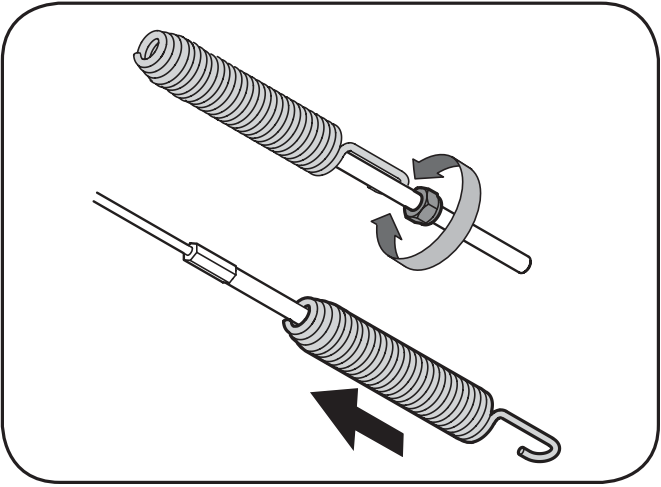

Fig. 3-13
- Poussez le raccord du câble dans l'extrémité du ressort pour dégager l'écrou de blocage. Voir la Figure 3-13.
- Desserrez le contre-écrou qui se trouve sur le câble de la commande de l'entraînement et dévissez le câble d'un tour complet. Voir la Figure 3-13.